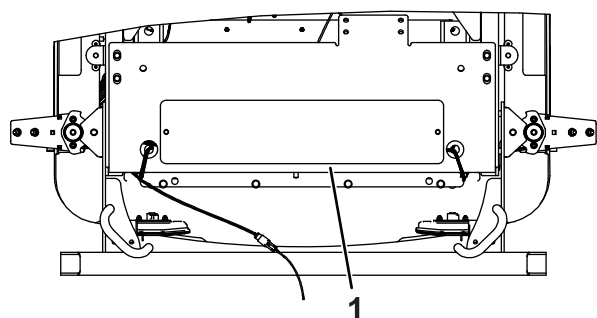

Figura 8
1. Rimuovete la protezione sotto il paraurti posteriore (Figura 8).